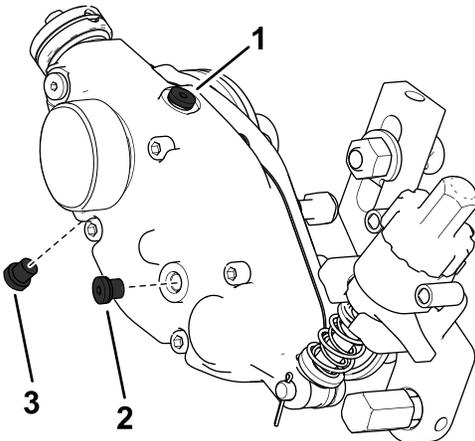

Bild 22
2. Entfernen Sie die Ablassschraube unten am Gehäuse (Bild 22).
3. Entfernen Sie die Füllschraube auf der Gehäusesseite und lösen Sie den Entlüftungstopfen auf der Oberseite, sodass Luft durchströmen kann (Bild 22).
7. Setzen Sie die Ablassschraube ein (Bild 22).